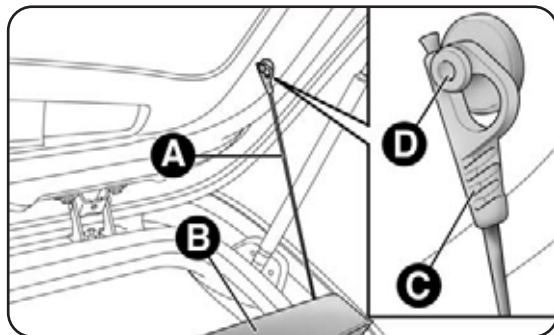

fig. 62
- libera le estremità dei due tiranti A-fig. 62 di sostegno della cappelliera B sfilando gli occhielli C dai perni D;